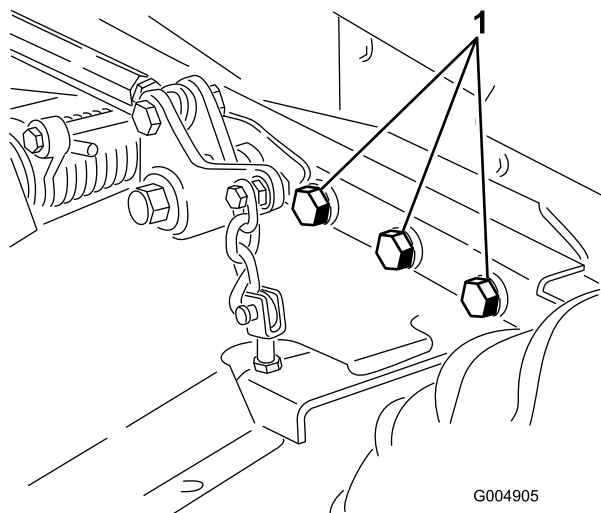

図 77
4. ボルトナット類にゆるみながいか点検し、必要な締め付けを行う。特に、刈り込みデッキをトラクションユニットに固定しているボルト（6本）については、確実にトルク締めする（359 Nm）（図 77）。